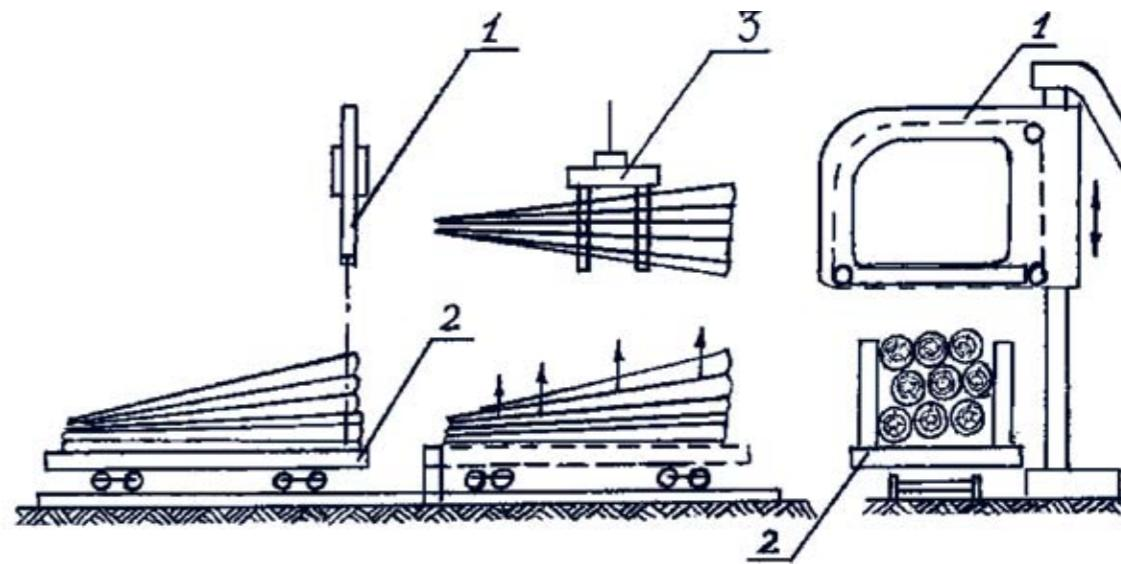

Рис. 4. Раскряжевочная установка для групповой раскряжевки хлыстов
Установка для групповой раскряжевки хлыстов (рис. 4) состоит из стационарной цепной пилы (1) и